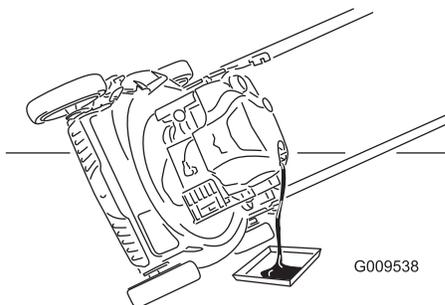

Figure 24
- Inclinez la machine sur le côté (jauge en bas) pour vidanger l'huile usagée par le goulot de remplissage (Figure 24).